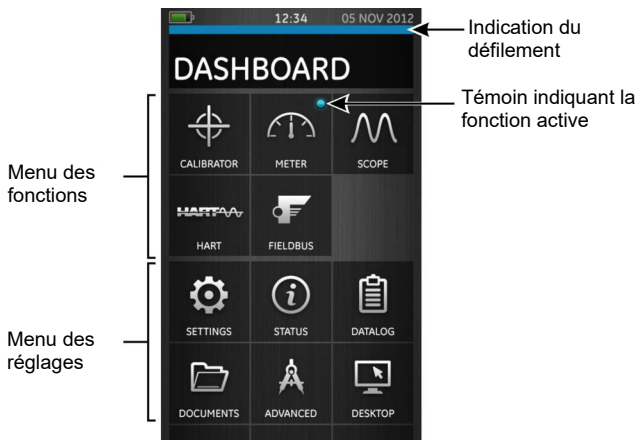

Figure 3 : Tableau de bord - Ecran tactile
7. Druck DPI 620 Genii, Modes (voir Fig. 3, Tableau de bord)
7. Modalità di utilizzo del Druck DPI 620 Genii(rif.: fig. 3, dashboard)